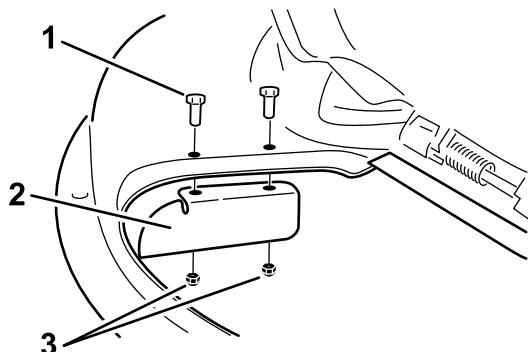

Figura 20
Nota: Su alcuni modelli deflettore di scarico è preinstallato (Figura 20). Se il deflettore di scarico è già installato, proseguite alla fase successiva.
1. Montate il deflettore sul piatto di taglio con due bulloni (5/16 x 3/4 poll.) e due dadi di bloccaggio (5/16 poll.) (Figura 20).